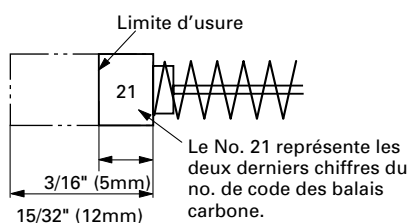
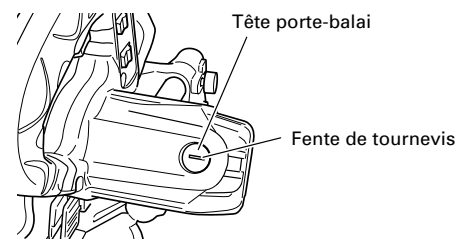

Fig. 48
Fig. 49
2. Inspecter les balais carbone (Fig. 48 et Fig. 49)
En conséquence, inspecter périodiquement les balais en carbone et les remplacer lorsqu'ils ont atteint la limite d'usure comme indiqué à la Fig. 48.
Par ailleurs, maintenir les balais carbone propres de façon qu'ils glissent régulièrement dans les porte-balai. Les balais carbone sont faciles à retirer ; pour cela, retirer les têtes porte-balai (voir Fig. 49) avec un tournevis à tête plate (signe moins).